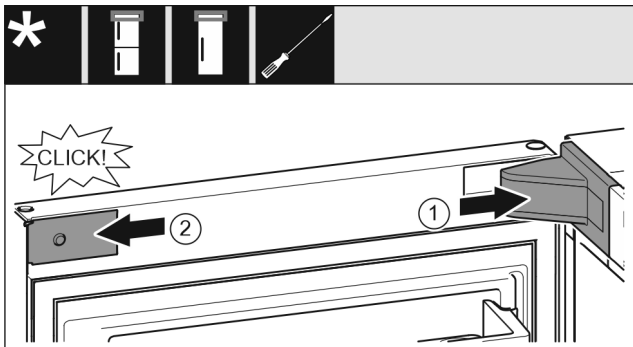

Fig. 18
- ▶ Встановіть та зафіксуйте кришку опорного кронштейна, у разі необхідності – обережно розтисніть. Fig. 18 (1)
- ▶ Встановіть збоку і зафіксуйте накладку. Fig. 18 (2)